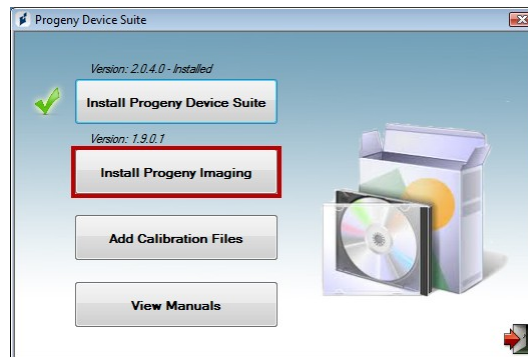

Figure 6 : Démarrez l'installation de Progeny Imaging
- Une coche verte à côté de la touche « Installer la suite logicielle du système Progeny » apparaît lorsque l'installation de la suite logicielle Progeny est terminée. Continuez l'installation de Progeny Imaging en cliquant sur la touche « Installer Progeny Imaging » (Figure 6) et suivez les invites qui s'affichent à l'écran pour réaliser cette partie de l'installation.